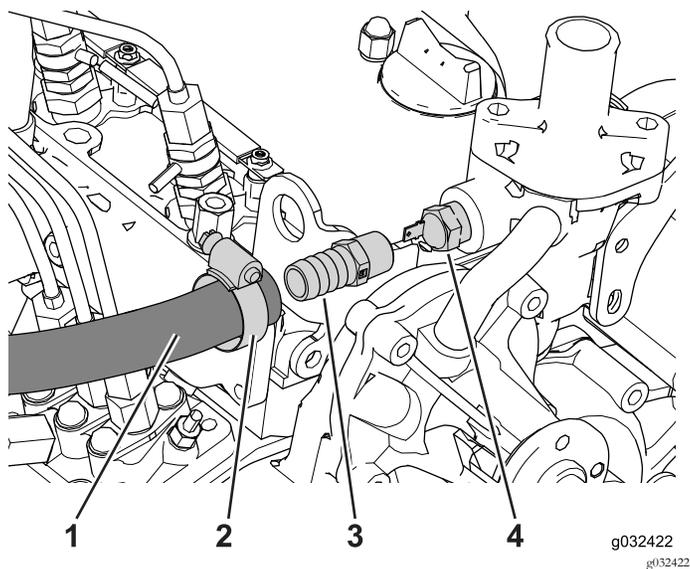

Рисунок 30
1. Найдите, отсоедините и снимите реле температуры (Рисунок 30).
5. Наденьте шланговый хомут на конец шланга (Рисунок 30).
6. Наденьте шланг на прямой штуцер и закрепите шланговым хомутом, как показано на Рисунок 30.